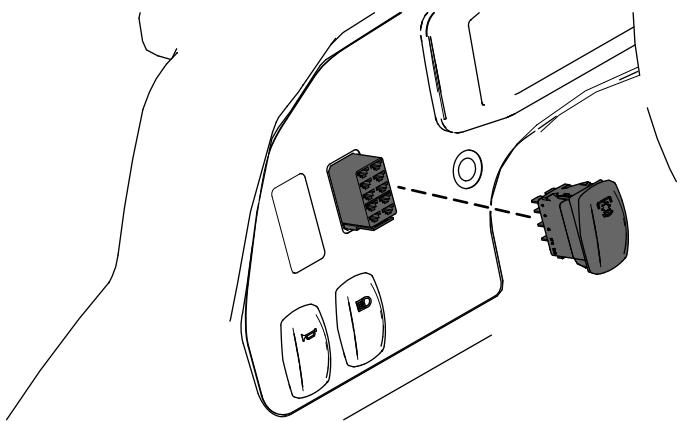

Рисунок 20
- Найдите жгут провод с маркировкой ВЫСОКОПРОИЗВОДИТЕЛЬНАЯ ГИДРАВЛИКА (HIGH-FLOW HYDRAULIC) с разъемом обратной связи и подключите переключатель к разъему Рисунок 20.